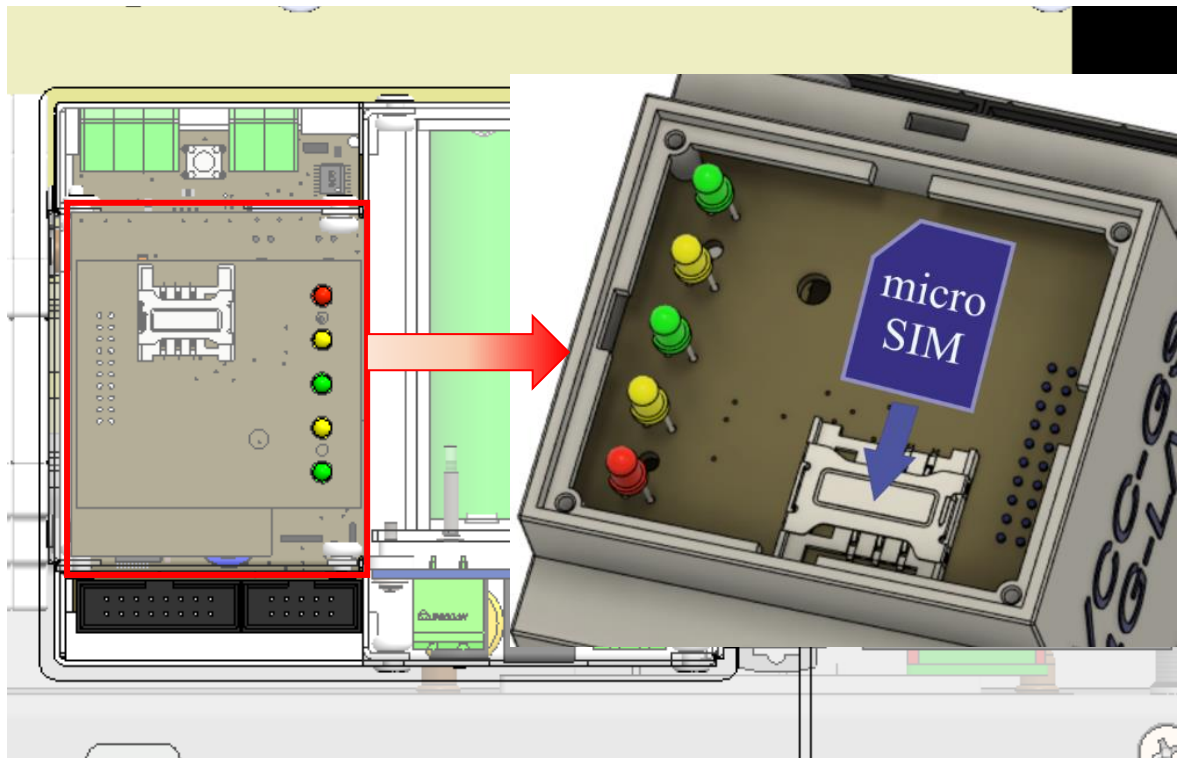

Рисунок 5.14 – Установка SIM-карты в GSM-модуль
2. Установить SIM-карту оператора сети (если используется внешняя SIM-карта) (рис. 5.14). Для этого необходимо выполнить следующие действия: